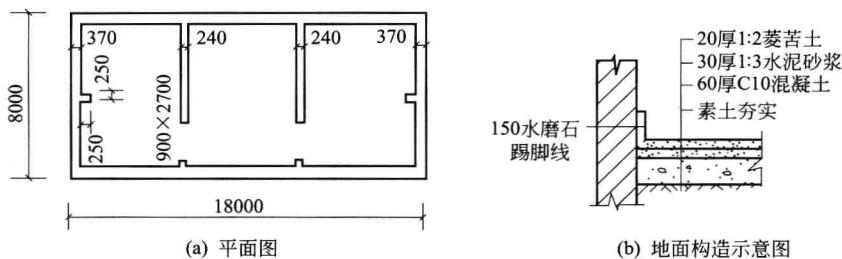

图 1-1 菱苦土地面示意图
**【例 1-1】** 如图 1-1 所示, 设计要求做水泥砂浆找平层和菱苦土整体面层。